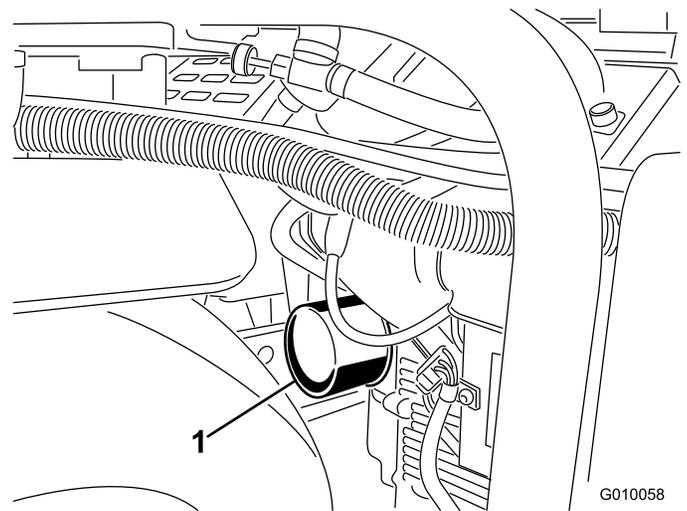
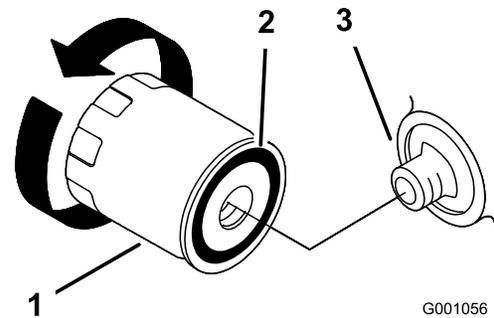

図 48
図 49
- オイルを受けられるように、フィルタの下に浅い容器を置く(図 48)。
- オイル・フィルタ(図 48と図 49)を外し、フィルタのアダプタ・ガスケットの表面をきれいに拭く。